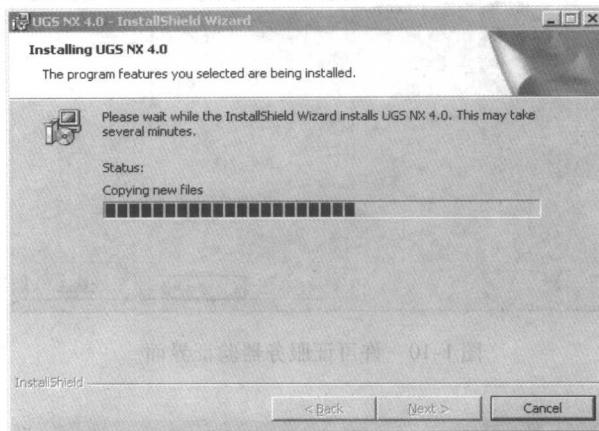

图 1-13 UGNX4.0 安装过程界面
(15) 单击【安装】按钮,系统自动安装 UGNX4.0 主程序,如图 1-13 所示。